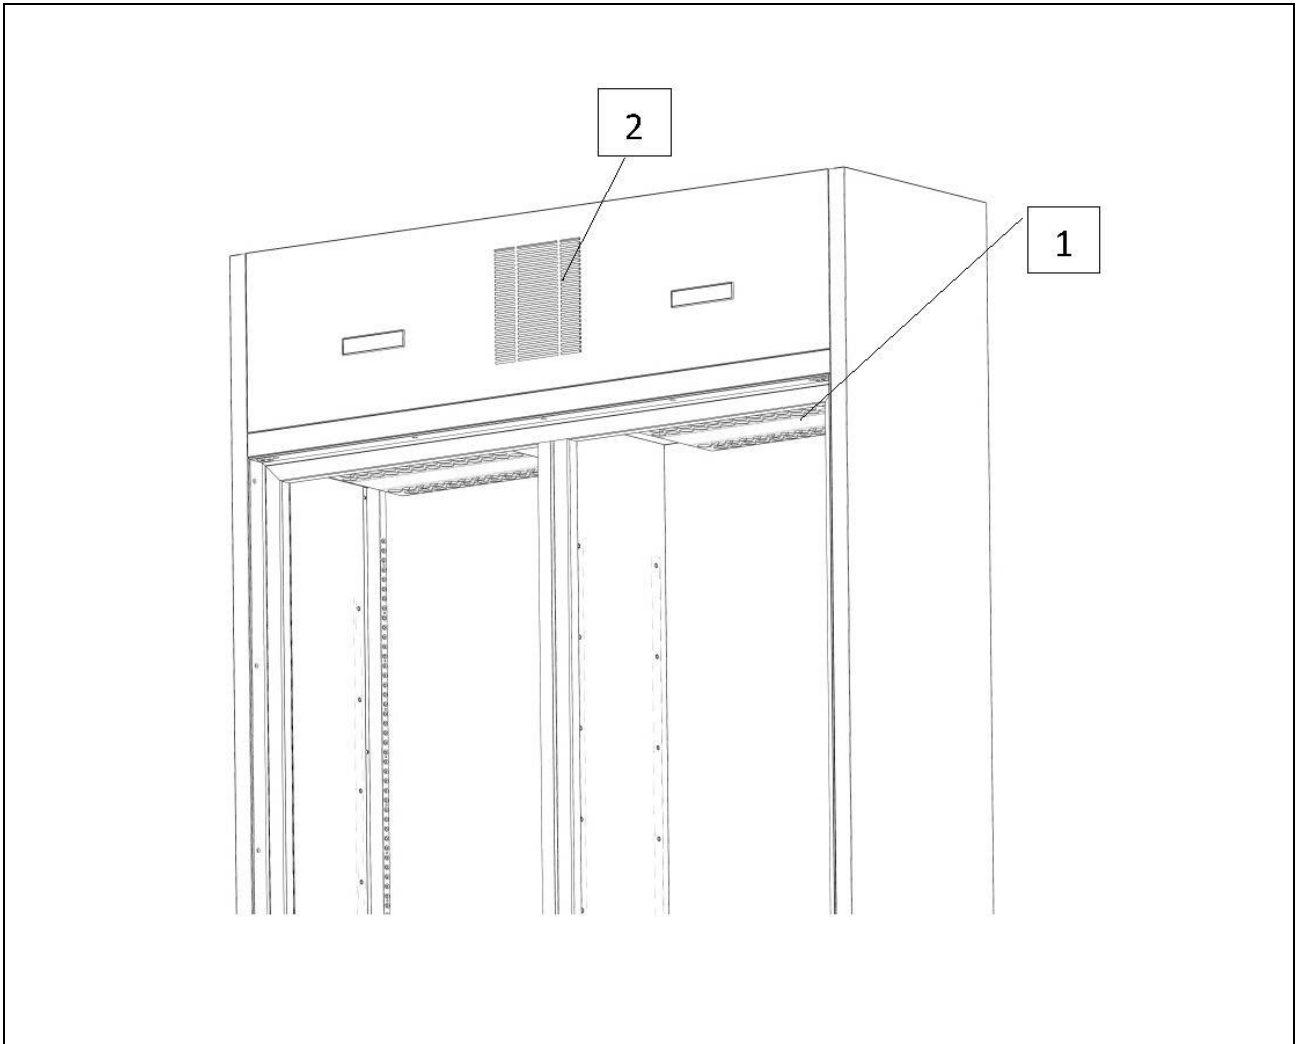

Abb. 6
- Gitter und Abdeckungen von Kühlventilatoren (Ref 1, Abb. 6);
- Abdeckungsgitter der Kondensatoreinheit (Ref. 2, Abb. 6).